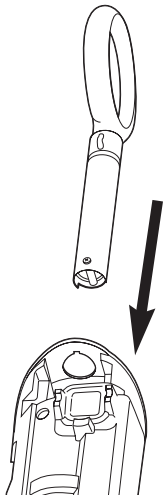

FIG. 2
- Step 1:** Slide the handle into the hole as pictured (FIG. 2).
Étape 1 : Glissez la poignée dans le trou de la façon illustrée (FIG. 2).
Paso 1: Deslice la manija hacia el orificio como se ilustra (FIG. 2).